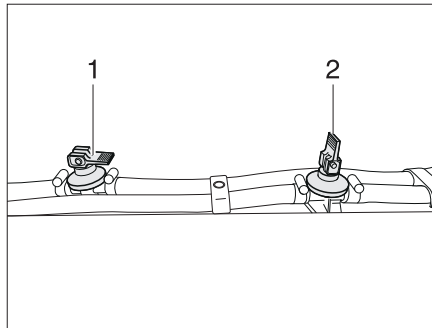

Fig. 246 Robinet de vidange
- Fermer tous les robinets de vidange. Placer le levier à bascule (Fig. 246,1) en position horizontale.